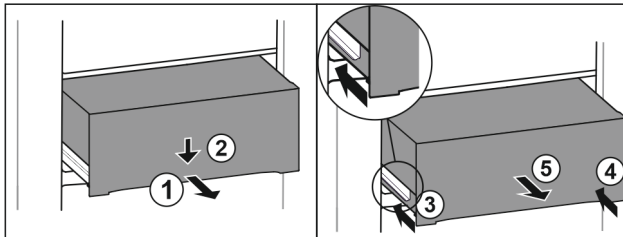

Fig. 173
- Estrarre il cassetto a metà. Fig. 173 (1)
- Premere il cassetto sul lato anteriore verso il basso. Fig. 173 (2)
- Spingere la guida sinistra di circa 2 cm verso l'interno. Fig. 173 (3)
- Spingere la guida destra di circa 2 cm verso l'interno. Fig. 173 (4)
- Rimuovere il cassetto tirandolo in avanti. Fig. 173 (5)